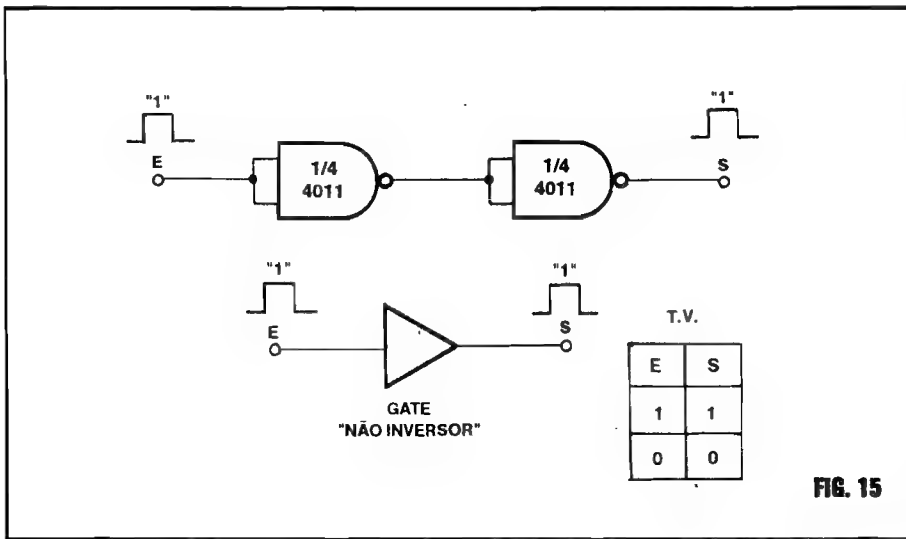

FIG. 15
- FIG. 15 - OUTROS "TRUQUES" COM GATES C.MOS... - Vocês se lembram que, na "Aula" anterior (20) foi dito e mostrado que o bloco digital lógico mais simples que existe é o chamado **gate NÃO INVERSOR**, cujo símbolo é aquele simples "triângulo", sem a "bolinha inversora" na ponta correspondente ao terminal de Saída... Também vimos que um *gate* desse tipo elementar, sempre mostra em sua Saída um estado ou nível digital **idêntico** ao aplicado à sua Entrada... Aparentemente (**apenas** "aparentemente"...) trata-se de um bloco que "não faz nada" (afinal, para que serve um negócio no qual *enfia-se uma banana na Entrada, e obtém-se, na Saída, a mesma banana*...?). As coisas, porém vão mais além do que percebemos à primeira vista...! Explicando: um bloco